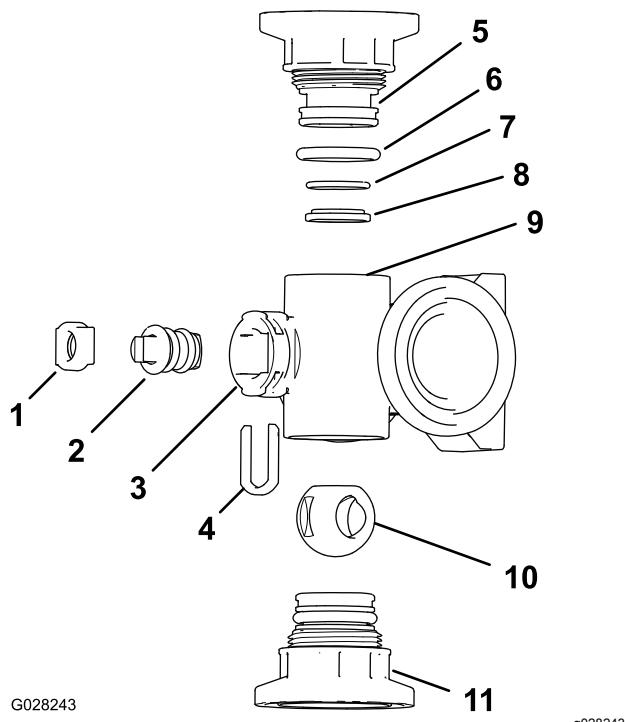
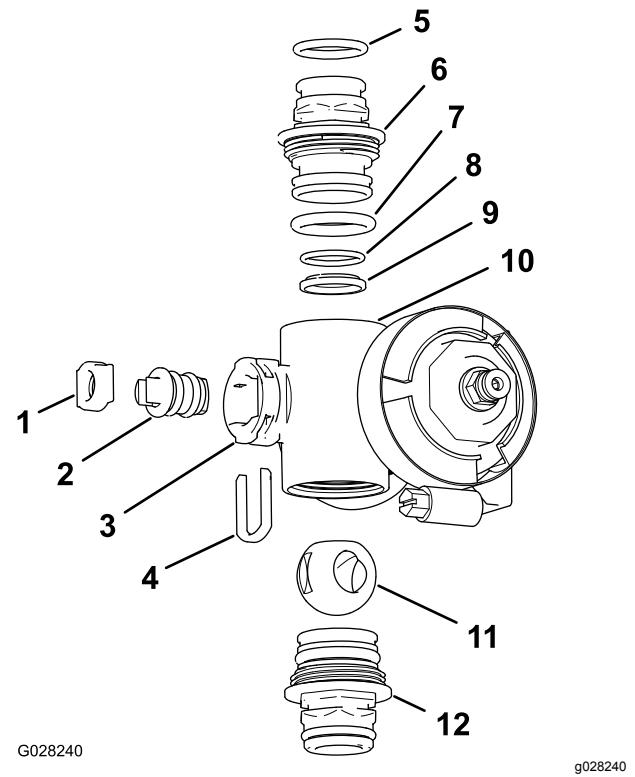

Figura 114
Figura 115
2. Retire los dos conectores de extremo de cada extremo del cuerpo del distribuidor (Figura 114 y Figura 115).
4. Retire el retén del vástago de las ranuras del orificio del vástago del distribuidor (Figura 114 y Figura 115).
5. Retire la horquilla de retención del vástago y el asiento del vástago del distribuidor (Figura 114 y Figura 115).
6. Retire el conjunto de vástago de la válvula desde dentro del cuerpo del distribuidor (Figura 114 y Figura 115).
1. Compruebe la condición de las juntas tóricas del conector de salida (distribuidor de la válvula de sección solamente), las juntas tóricas de los conectores de extremo, las juntas tóricas de los asientos, y los asientos de bola, en busca de daños o desgaste (Figura 114 y Figura 115).
2. Aplique grasa de silicona al vástago de la válvula e insértelo en el asiento del vástago de la válvula (Figura 114 y Figura 115).
3. Instale el vástago de la válvula y el asiento en el distribuidor y sujeté el vástago y el asiento con el retén del vástago (Figura 114 y Figura 115).
4. Asegúrese de que la junta tórica del asiento y el asiento de la bola están alineados y asentados en el conector de extremo (Figura 114 y Figura 115)
5. Inserte el conjunto del conector de extremo en el cuerpo del distribuidor hasta que la brida del conector de extremo toque el cuerpo del distribuidor (Figura 114 y Figura 115); luego gire el conector de extremo 1/8 a 1/4 de vuelta más.